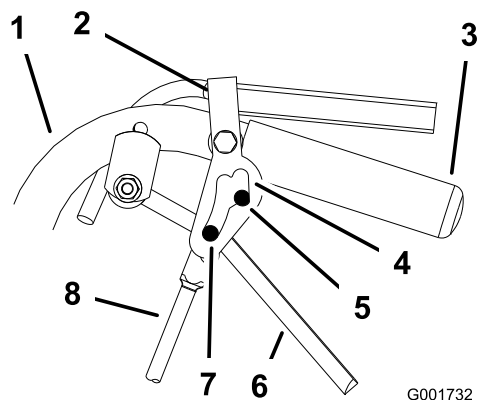

Figura 37
5. Quite y ponga el bloqueo de punto muerto, y compruebe que la rueda no gira (Figura 37). Continúe con este proceso hasta que la rueda no gire.